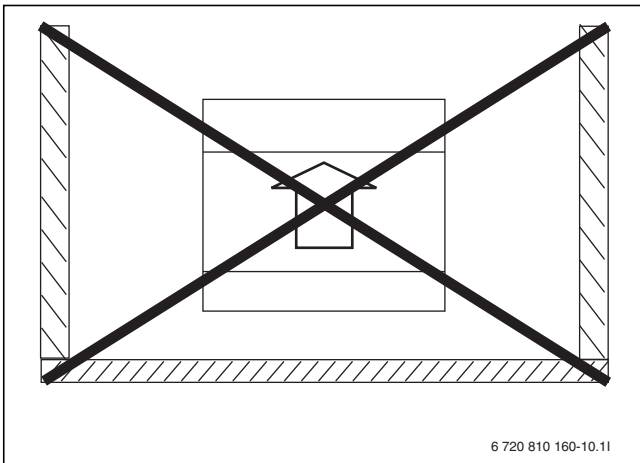

Рис. 76 Не устанавливайте в окружении стен
- Не устанавливайте тепловой насос в углу или в окружении стен с 3 сторон (→ Рис. 76).
Установка в углу или в окружении стен может привести к повышению уровней шума и аномальному засорению испарителя (→ Рис. 76).